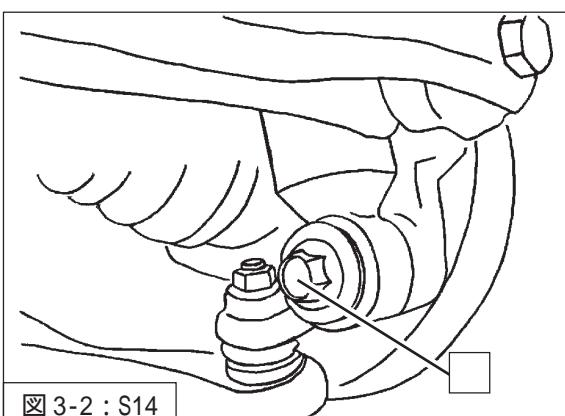
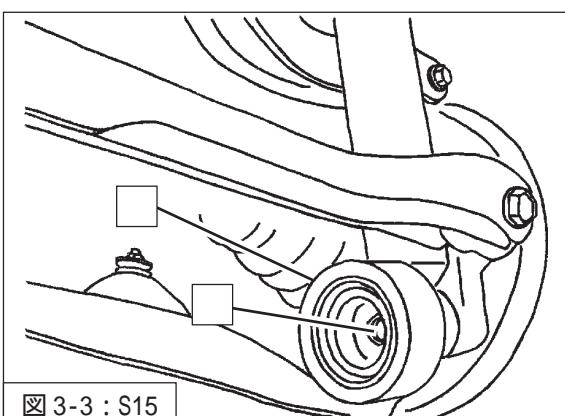

図 3-2 : S14
図 3-3 : S15
3. ダンパーロア取付ボルトを取外してください。(図 3-2・図 3-3)
ダイナミックダンパーを取外してください。(図 3-3)